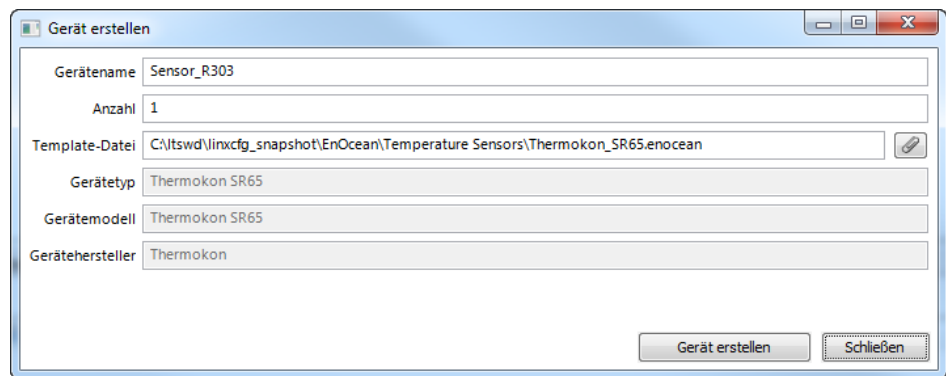

Abbildung 181: Dialog zum Erstellen von EnOcean-Geräten
3. Im Dialog **Gerät erstellen** geben Sie einen Gerätenamen und die Anzahl der zu erstellenden Geräte ein, wie in Abbildung 181 gezeigt.